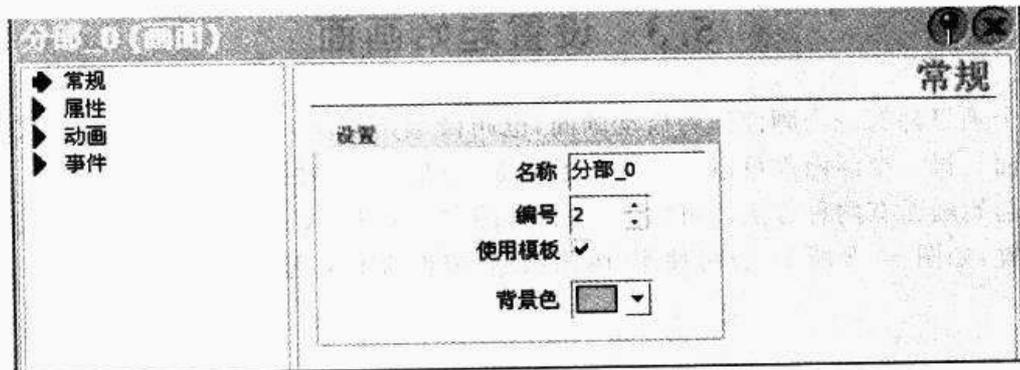

图 5-5 画面属性
每一个画面,都具有相同的属性设置(在 WinCC flexible 中,同一类的对象都具有相同的属性设置),可以根据需要在如图 5-5 所示的“属性视图”中自定义画面属性。
① 在“常规”组中,可以更改画面的名称,选择画面是否使用模板,设置画面的“背景色”和“编号”,如图 5-5 所示。